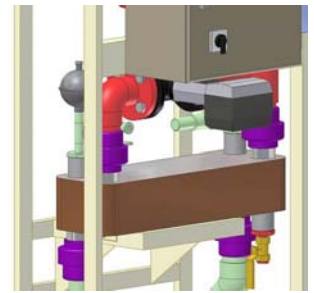

图 4.2-2
1. 排出一侧回路内与二次侧回路内的液体。二次侧回路的液体通过 V163 阀流出（图 4.2-2 中黄色部分）。一次侧回路的液体通过阀门 V301 与 V302 流出（见图 4.2-2 中 P&D）。
2. 断开一次侧回路和二次侧回路单元的连接（图 4.2-2 中紫色部分）。可以用手打开连接，或如需要，使用滤油器拆除工具（用于拆除汽车的滤油器）。注意不要损坏连接。